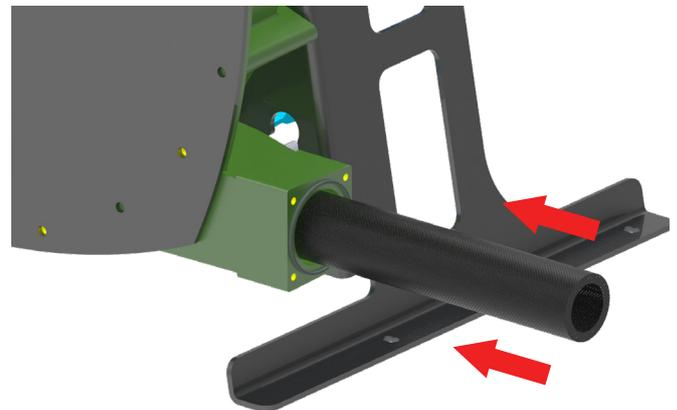

Figure 8. - Installation du tuyau
2. Insérez le tuyau dans l'orifice d'aspiration (orifice inférieur selon Figure 8. - Installation du tuyau)